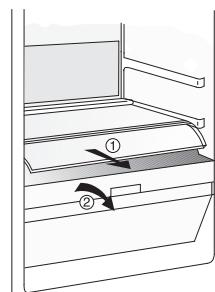

Fig. 2
2. Das Fach herausnehmen (siehe **Abb. 2**).